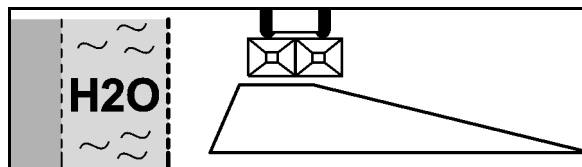

Рис. 70
2. Распределение по канаве в соответствии с предписанием о внесении удобрений (Рис. 70):